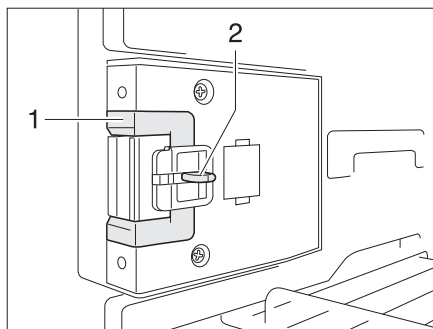
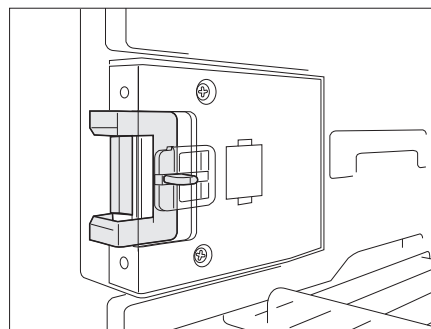

Bild 359 Låsanordning i normalläge
Bild 360 Låsanordning i ventilationsläge
- Tryck in frigöringen (Bild 359,2).
- Skjut låsanordningen (Bild 359,1) framåt (Bild 360).